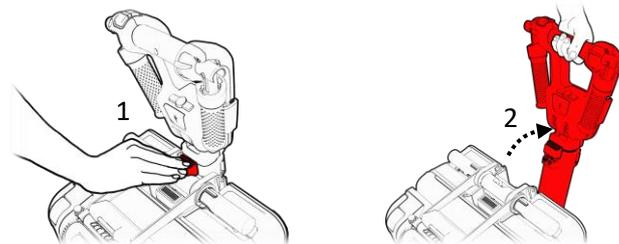

Figure 6
4. Enfoncez le bouton sur la barre (1) et éloignez-la du boîtier de l'ATTO (2) (voir la figure 6).